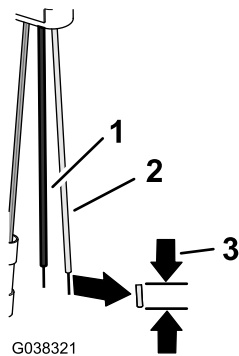

Figure 38
2. Dénudez sur 8 mm les fils rose et noir de l'adaptateur à 4 broches (Figure 38).